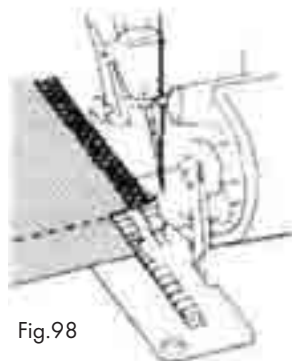

Fig.98
4. Puxe o tecido para trás de forma a que a linha segurada pela placa de costura 18 se solte. (Para uma maior clareza, no desenho seguinte, o calcador 21 não se encontra representado - fig. 98).